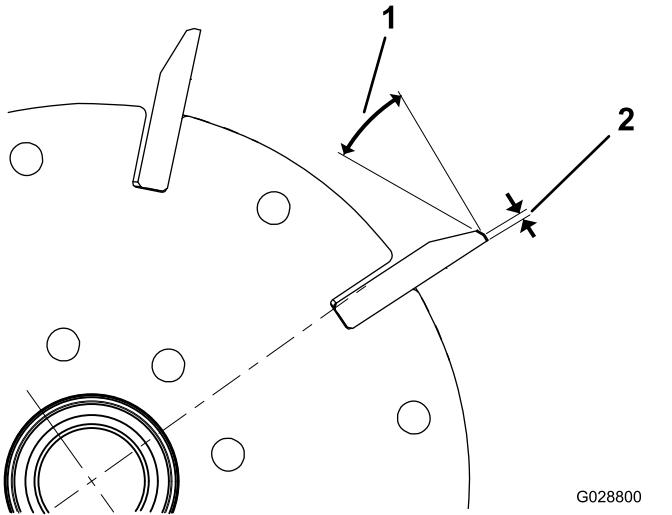

Рисунок 27
- Произведите 30-градусное затыловочное шлифование всех ножей барабана, пока не будет достигнута ширина витка 1,3 мм (Рисунок 27).